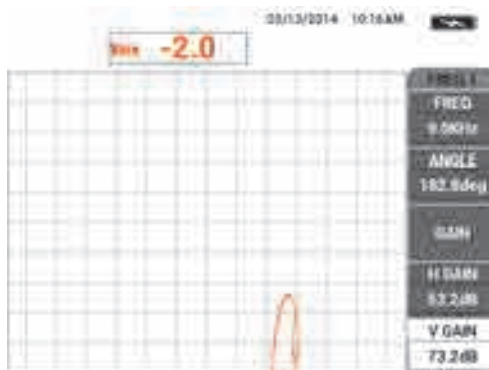

Рис. 5-128 Просмотр смешанного сигнала
26. При необходимости, нажмите клавишу ERASE () для просмотра смешанного сигнала (см. Рис. 5-128 на стр. 223).